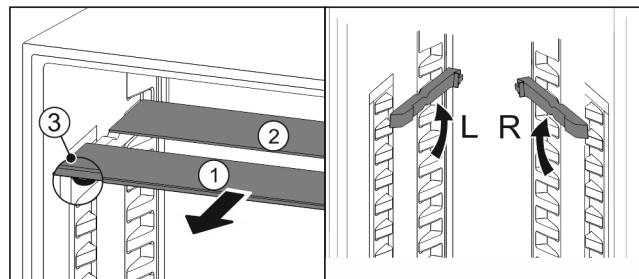

Fig. 31
- По одной извлеките Fig. 31 (1) стеклянные панели движением вперед.
- Стеклянная панель Fig. 31 (1) с декоративной планкой лежит спереди.
- Стопоры Fig. 31 (3) показывают вниз.